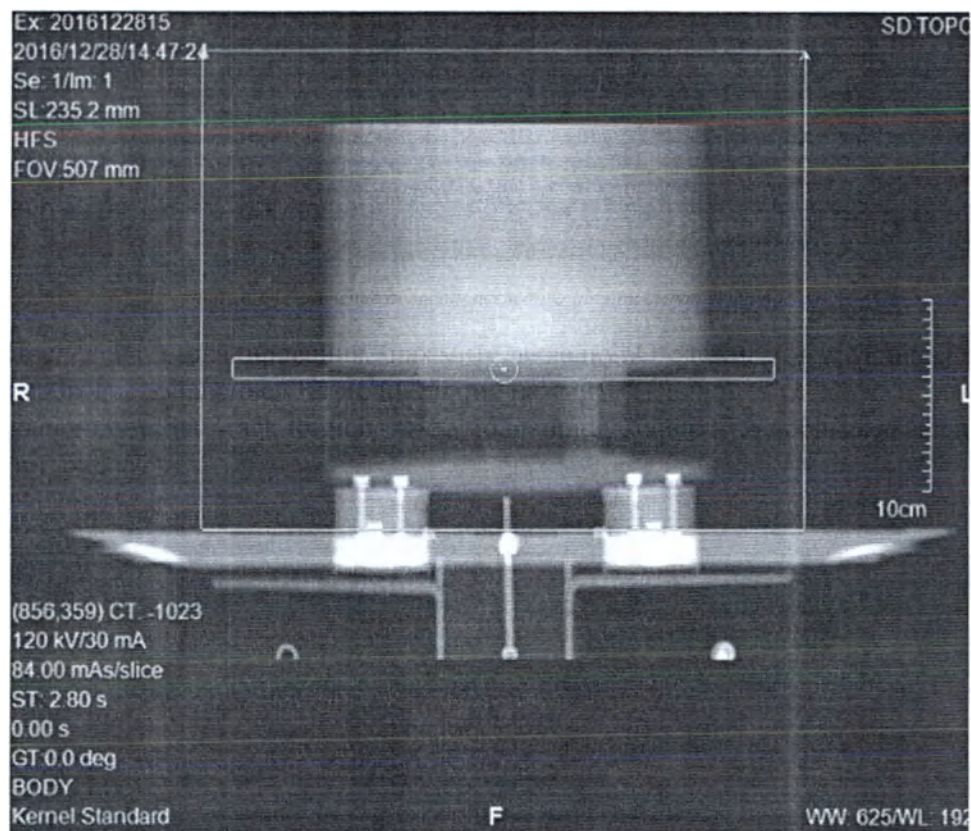

Рисунок 56 Определение области исследования при скаут сканировании
- (1) Сначала выполните скаут и спиральное сканирование следуя шагам, описанным в пункте 7.6.2.
- (2) Определите область исследования на скаут изображении (см. рис. 56), чтобы выполнить предварительное (скаут) сканирование.